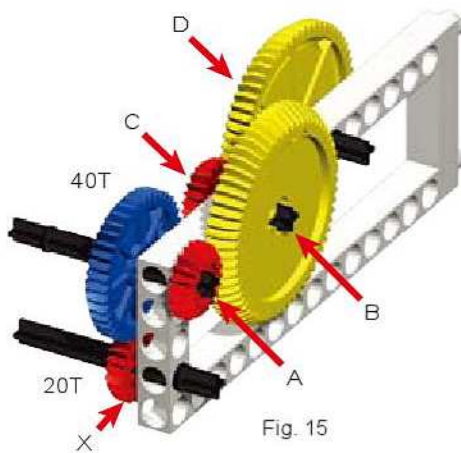

Fig. 15
1. Ajoute à la structure précédente une roue bleue 40T, une roue rouge 20T et un petit arbre pour monter l'ensemble montré à la figure 15.
La figure 15 montre des roues coniques. Les mêmes principes de calcul des rapports de transmission et des directions de rotation s'appliquent aux roues coniques. Tous les montages et toutes les combinaisons de roues doivent tourner facilement et s'engrener sans aucune difficulté.